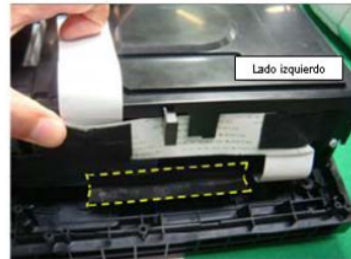

Fig. 3.10
2.6 Levante la parte izquierda de la cubierta del adhesivo del cushion 100. (Fig. 3.10)